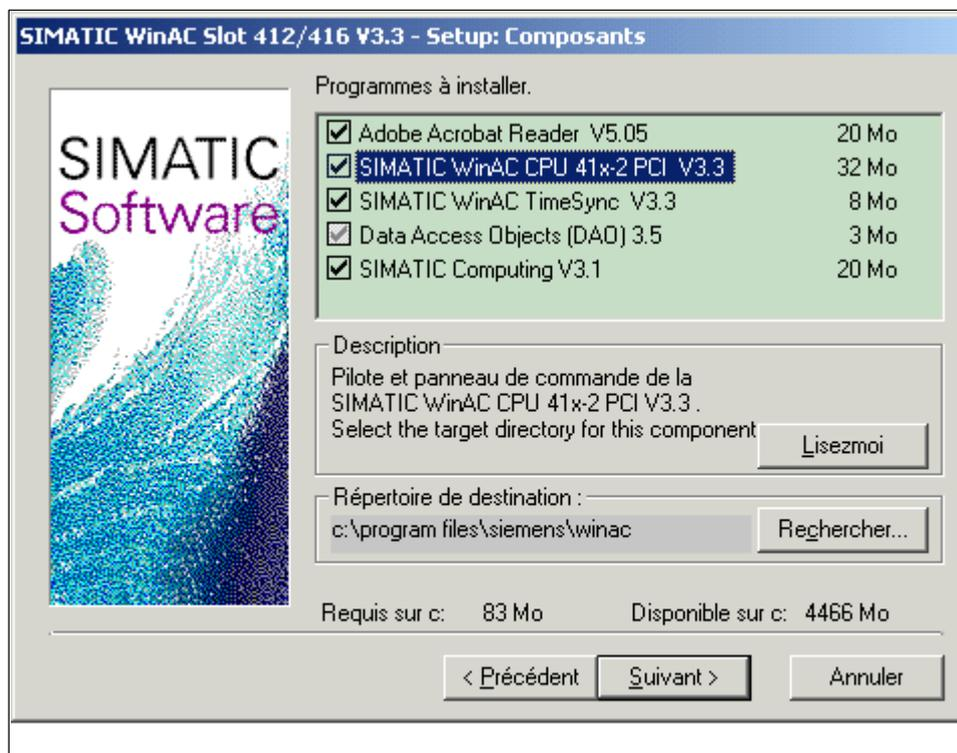

Figure 2-2 Installation des composantes de WinAC Slot 41x
**Résultat :** La figure 2-2 montre la boîte de dialogue dans laquelle vous pouvez sélectionner les composantes que vous souhaitez installer.